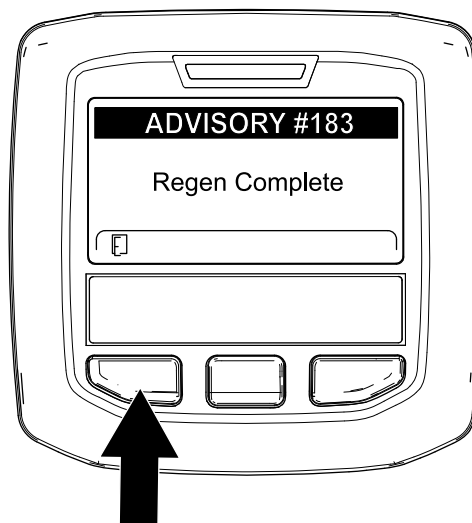

Figure 63
9. Quand le calculateur moteur achève une régénération en stationnement ou d'urgence, l'InfoCenter affiche ADVISORY #183 (avis n° 183) (Figure 63). Appuyez sur le bouton gauche pour quitter l'écran d'accueil.